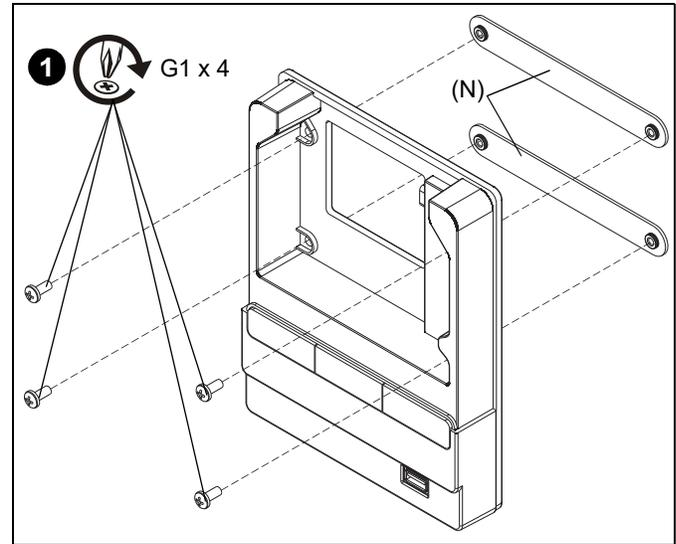

Figure 49
1. Fixez les deux plaques du panneau de commande (N) à l'arrière du panneau de commande (inclus avec le projecteur) en utilisant quatre vis à tête plate 8-32 x 3/8 Phillips (G1). (Voir figure 49)